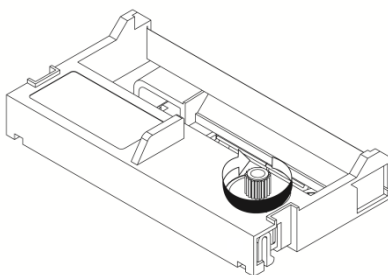

图 2
- 3) 拆开色带盒包装，按色带盒上的箭头方向转动色带盒旋钮，使色带绷紧，见图2。